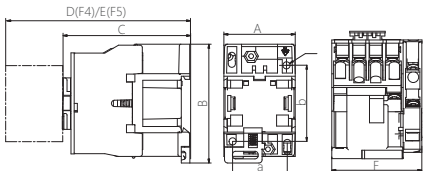

图1 CJX2e-09 ~ 32交流接触器外形与安装示意
2.1 CJX2e-09 ~ 32 系列交流接触器安装尺寸与外形尺寸，见图1及表2。接线能力见表3。型号规格重量见箱贴。